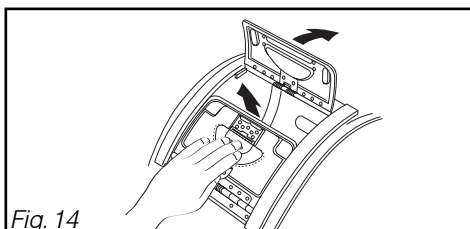

Fig. 14
- Ouvrez les portillons du tambour en appuyant sur le poussoir situé sur le volet avant (Fig. 14).